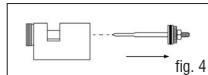

fig. 4
- 9) Con una pinza a becchi stretti sfilare lo spillo (Pos.9)(fig. 4)